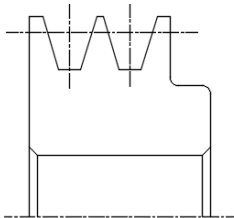

图 3-105 绘制圆角
④ 使用同样的方法对其他角点绘制圆角, 得到的结果如图 3-105 所示。
(7) 镜像带轮